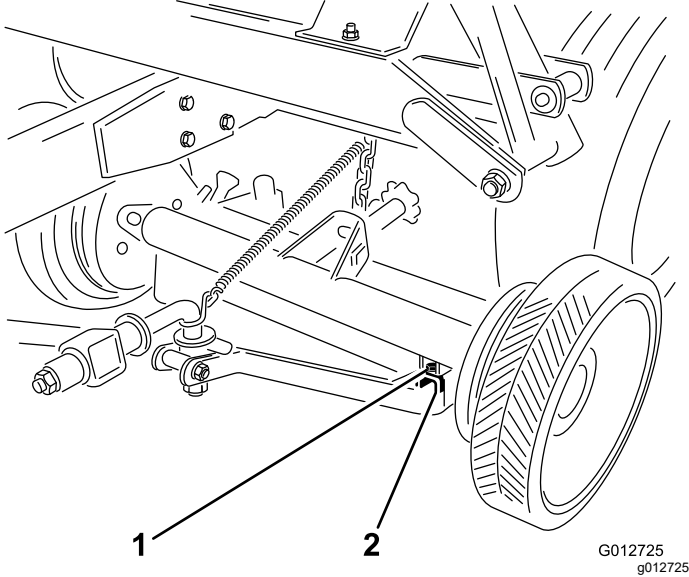

Figure 34
- Fixez chaque côté (Figure 34) avec un boulon (1/2 po x 3 1/2 po), un tube entretoise et un contre-écrou (1/2 po).